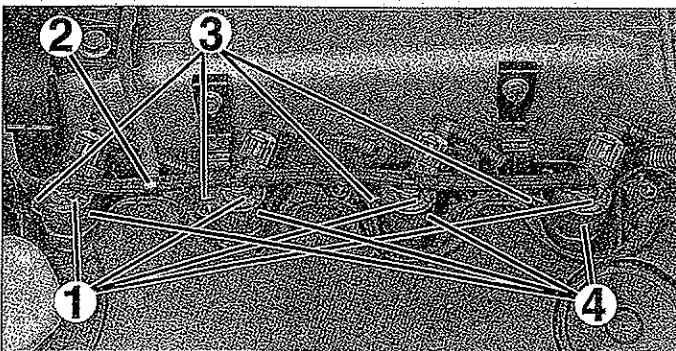

FIG. 26
- Desmontar las grapas (1) de los manguitos de retorno (2) de combustible de los inyectores (fig.26).
- Desmontar las tuercas (3) de las bridas de los inyectores (4).
- Desconectar el manguito (1) de retorno de combustible de los inyectores (fig. 26).